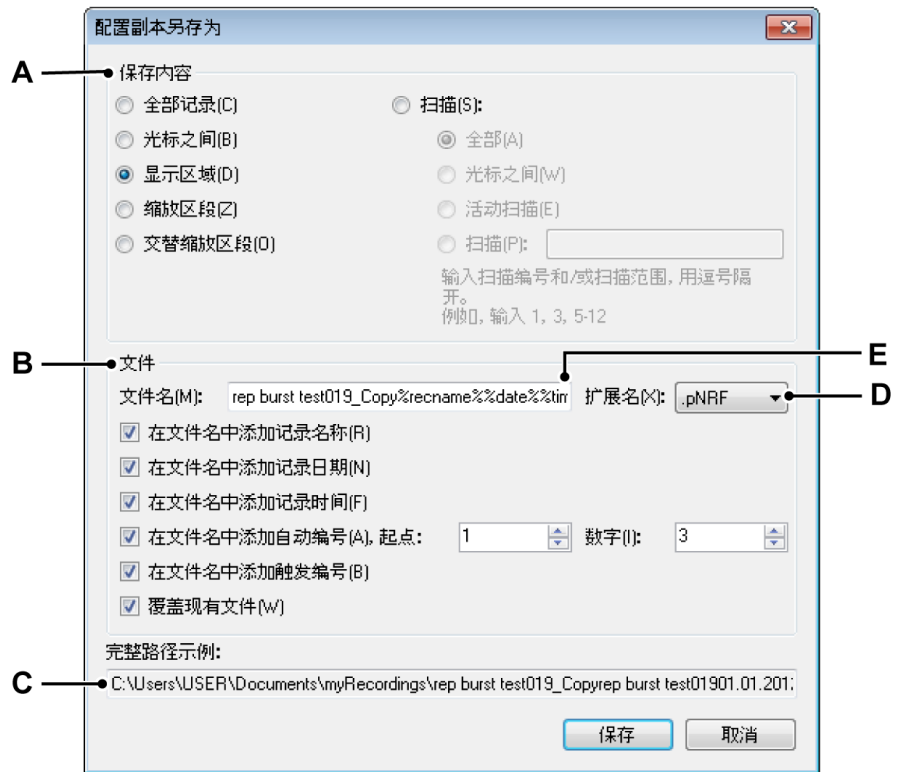

图 9.9: “配置副本另存为”对话框
- B 高级 单击高级按钮打开配置副本另存为对话框 (参见图 9.9)。